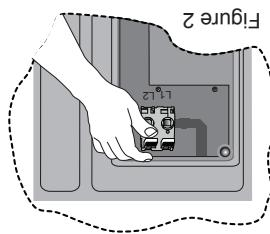

Figure 2
3. Agrippez l'un des leviers blancs. Poussez le levier vers le haut jusqu'en position ouverte, Figure 2. Si elle est ouverte correctement, le levier restera en place et demeurera ouvert.